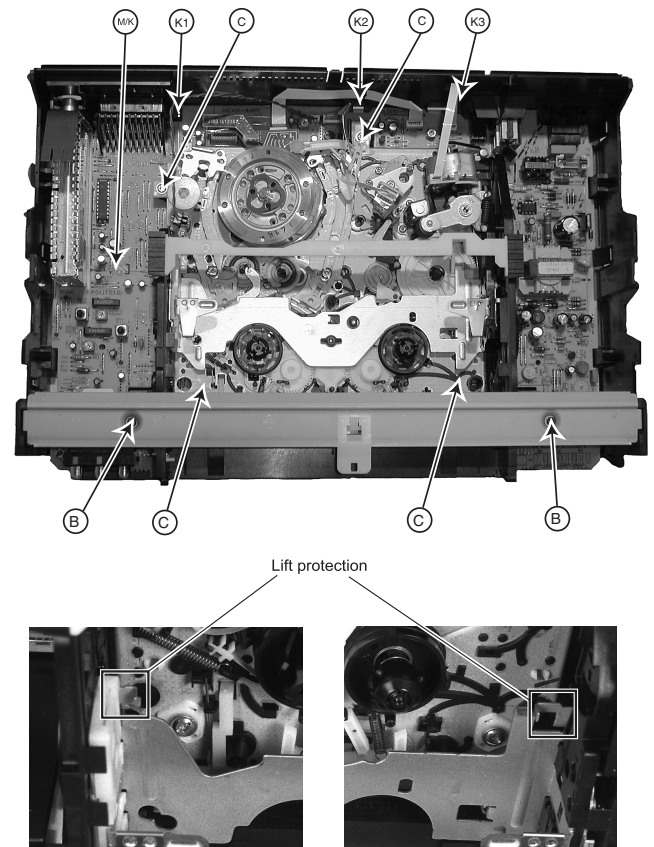

Figure 4-3
4.2 Démontage de l'ensemble platine principale - mécanique (Fig. 4-3, 4-4)
- Mettre l'appareil en position de fonctionnement (Fig. 4-3).
- Desserrer les deux vis (B) de la traverse et retirer cette dernière vers le haut.
- Desserrer et retirer les quatre vis de fixation (C).
- Déconnecter le câble de prises cinch (K) et le câble de masse (M) de la platine connecteurs (le cas échéant).
- Déverrouiller les 8 crochets de maintien (S) : côté droit en premier en partant de l'arrière vers l'avant, puis ceux du côté gauche en allant aussi de l'arrière vers l'avant.
- Une fois que l'ensemble platine principale - mécanique s'est dégagé du cadre par l'effet de son propre poids, déverrouiller une deuxième fois le crochet de maintien (S) près de la prise secteur.
4.3 Démontage de la mécanique (Fig. 4-3, 4-5,4-6)